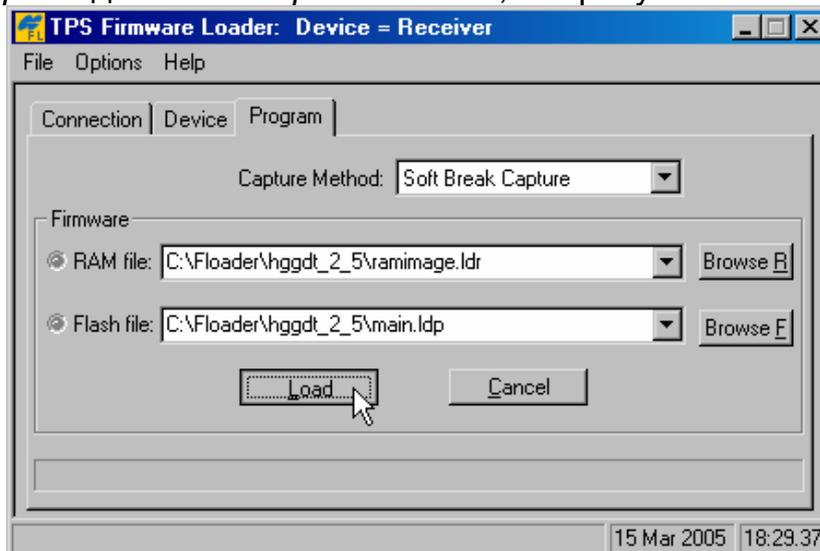

Рисунок 4-14. Вкладка Program
6. Выберите вкладку Program (Программа) и установите значение *Soft Break Capture* для поля *Capture Method*, см. рисунок 4-14.
7. Выберите файлы образов ОЗУ и флэш-памяти платы приемника, см. рисунок 4-14.